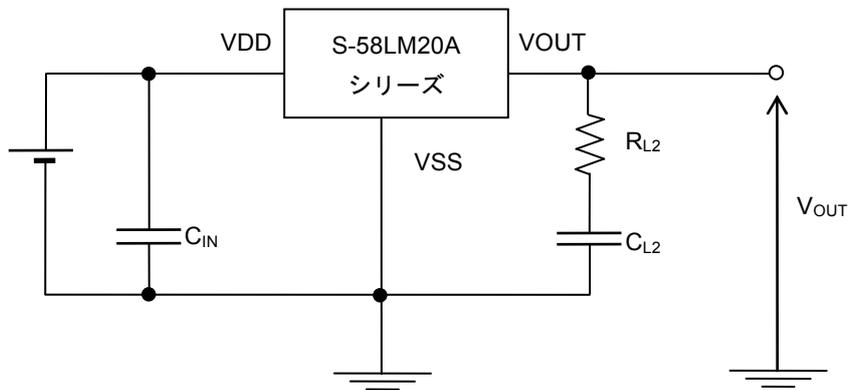

図 12
- 本 IC はノイズの多い環境では、**図 12、13** に示すように、出力から GND に直列抵抗と併せてコンデンサを追加する必要がある場合があります。**表 7** に示した組み合わせにおいて、本 IC の熱時定数は RC で構成される時定数よりはるかに遅いので、本 IC の応答時間には全く影響しません。